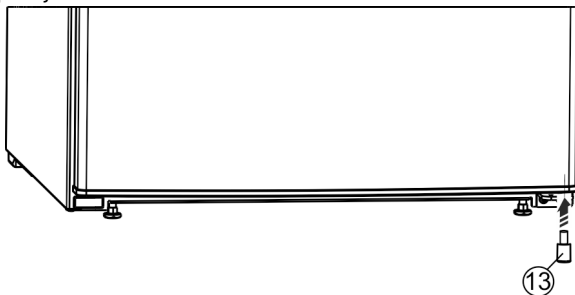

Fig. 26 *
- Pange distantsdetail Fig. 26 (13) all paremal jälle ukse sisse, sest see on seadme seisustabiilsuse jaoks oluline.*